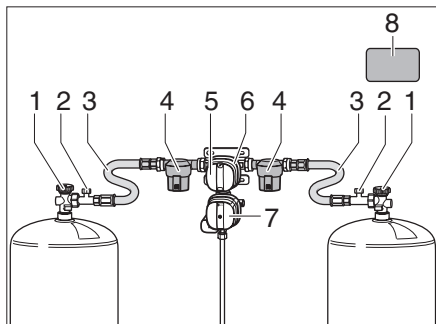
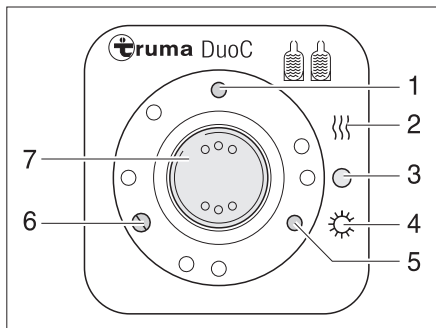
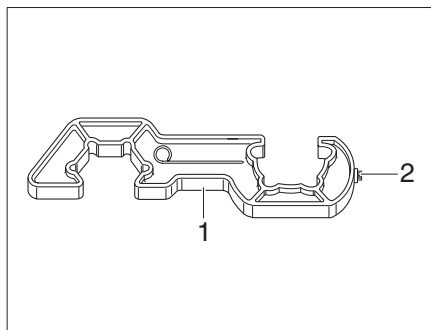
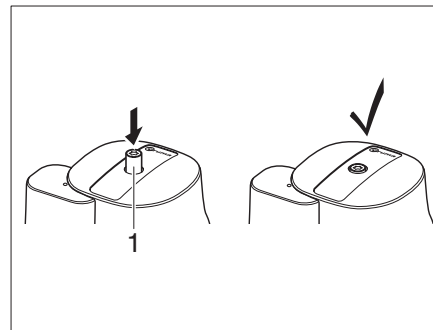

Fig. 62 Impianto di commutazione DuoControl
Fig. 63 Centralina di controllo
Fig. 65 Utensile di avvitamento
Fig. 66 Sensore di crash
L'impianto di commutazione DuoControl è costituito da una valvola commutatrice (Fig. 62,6) e dalla centralina di controllo (Fig. 63). La valvola commutatrice è montata tra i tubi ad alta pressione (Fig. 62,3). Con la manopola (Fig. 62,5) sulla valvola commutatrice è possibile stabilire, quale delle bombole del gas viene utilizzata come bombola in uso e quale bombola del gas viene utilizzata come bombola di riserva. La valvola commutatrice (Fig. 62,6) possiede l'impianto antighiaccio EisEx.
A monte della valvola commutatrice si trova su ogni lato un filtro del gas (Fig. 62,4) che protegge l'impianto del gas dall'olio e dalle impurità. Sulla centralina di controllo (Fig. 63) possono venire azionate solo le funzioni elettriche. Le valvole principali di arresto (Fig. 62,1) delle bombole del gas devono essere aperti manualmente.
La valvola commutatrice garantisce una pressione del gas costante, indipendentemente da quale bombola provenga l'alimentazione del gas. Le due spie di controllo della centralina di controllo segnalano il livello della bombola in uso. Se la spia di controllo verde (Fig. 63,6) è accesa, la bombola in uso è piena. Se la spia di controllo rosso (Fig. 63,5) è accesa, la bombola in uso è vuota. In questo caso il gas viene fornito dalla bombola di riserva.
- ▶ Aprire le valvole principali di arresto (Fig. 62,1) delle bombole del gas.
- ▶ Con la manopola (Fig. 62,5) sulla valvola commutatrice (Fig. 62,6) selezionare la bombola del gas, da cui proviene la principale alimentazione del gas (bombola in uso). Girare la manopola fino all'arresto.
- ▶ Portare l'interruttore a bilico (Fig. 63,7) in posizione "O" (Fig. 63,3). La spia di controllo gialla (Fig. 63,1) si spegne.
- ▶ Chiudere le valvole principali di arresto (Fig. 62,1) delle bombole del gas.
Le spie di controllo sulla centralina di controllo (Fig. 63,5 e 6) segnalano all'interno del veicolo se la bombola del gas in uso è pronta.
Se la spia di controllo verde (Fig. 63,6) si spegne durante il funzionamento e la spia di controllo rossa (Fig. 63,5) si accende, la bombola del gas selezionata come bombola in uso è vuota e deve essere sostituita. La bombola di riserva continua ad alimentare le utenze a gas.
- ▶ Per avvitare e svitare i tubi flessibili ad alta pressione utilizzare l'utensile di avvitamento in dotazione (Fig. 65,1). Questo utensile garantisce la coppia di serraggio necessaria e previene il danneggiamento del collegamento a vite dovuto all'utilizzo di utensili errati.
- ▶ Chiudere la valvola principale di arresto (Fig. 62,1) della bombola del gas vuota.
- ▶ Svitare il tubo flessibile ad alta pressione (Fig. 62,3) dalla bombola del gas utilizzando l'utensile avvitatore (Fig. 65).
- ▶ Collegare la bombola del gas piena al tubo ad alta pressione (Fig. 62,3).
- ▶ Aprire la valvola principale (Fig. 62,1) della bombola del gas.
- ▶ Posizionare con un mezzo giro la manopola (Fig. 62,5) sulla valvola commuttrice (Fig. 62,6) in modo tale che la bombola del gas appena sostituita serva da bombola di riserva.
- ▶ Premere il bottone (Fig. 62,2) del dispositivo antirottura del tubo flessibile ad alta pressione per attivarlo.
- ▶ Eventualmente premere il bottone di reset (Fig. 66,1) del sensore di crash.
- Utilizzando il Torx T20 (Fig. 65,2) sull'utensile di avvitamento, premere il pulsante di sblocco (Fig. 66,1), girare leggermente in senso orario e tenere premuto per 5 secondi.
Il sensore di crash è pronto per il funzionamento quando il pulsante di sblocco (Fig. 66,1) rimane in posizione incassata.
- Dopo aver sostituito la bombola del gas premere con forza il pulsante verde (Fig. 62,2) sul tubo flessibile ad alta pressione (Fig. 62,3).